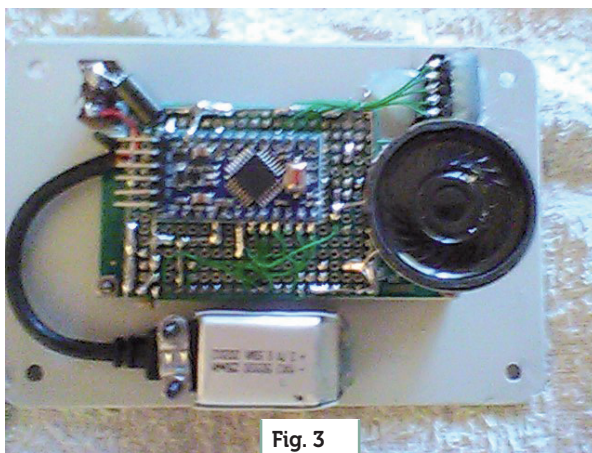

Fig. 3
C) Il microcontrollore ArduinoUno; nel mio caso, per contenere lo spazio ho utilizzato il modello PRO-MINI, montato in versione prototipale su un PCB millefori (vedi Fig. 3).